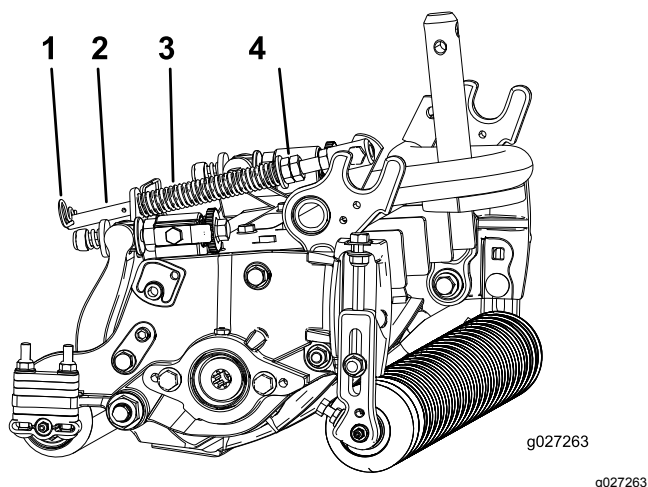

Figura 14
1. Verificate che la coppiglia sia montata nel foro posteriore dell'asta della molla (Figura 14).
- Serrate i dadi esagonali sul lato anteriore dell'asta della molla, finché la lunghezza compressa della molla non è di 12,7 cm; fate riferimento a Figura 14.